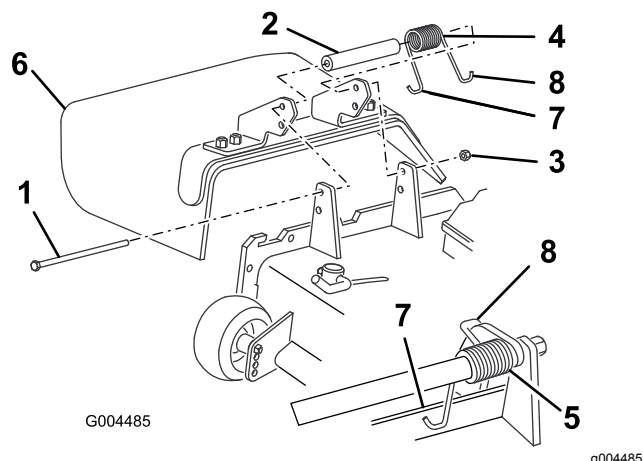

Figure 100
3. Placez une entretoise et un ressort entre les supports du déflecteur d'herbe de rechange (Figure 100).
Remarque: Prenez soin de placer l'extrémité en J du ressort derrière le bord du tablier avant de mettre le boulon en place, comme montré à la Figure 100.
Remarque: Accrochez l'extrémité en J droite du ressort au déflecteur d'herbe (Figure 100).
2. Retirez le contre-écrou, le boulon, le ressort et l'entretoise qui fixent le déflecteur aux supports de pivot (Figure 100).